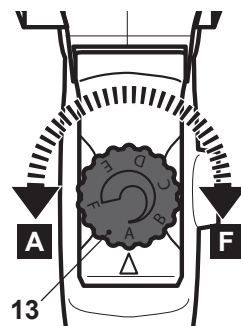

Fig.9
Limite a velocidade máxima com o seletor de velocidade (13). O dispositivo de velocidade variável permite-lhe seleccionar a velocidade que melhor se adequa ao trabalho a realizar (Fig. 9).
- > Gire o seletor de velocidade (13) para "F" para aumentar a velocidade máxima.
- > Gire o seletor de velocidade (13) para "A" para diminuir a velocidade máxima.